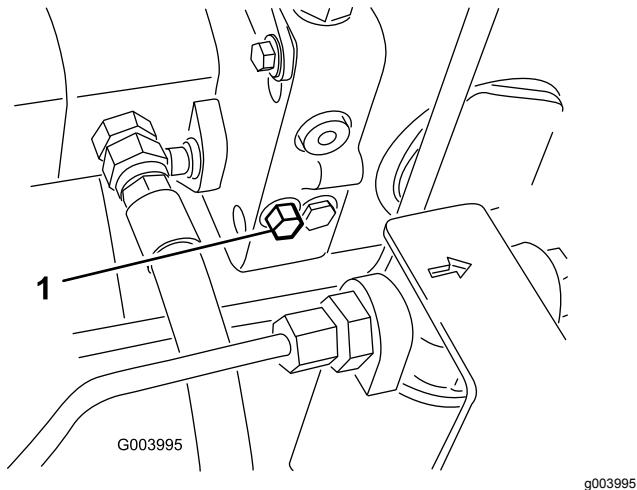

Figura 43
1. La válvula de desvío está situada en el lado izquierdo del hidrostato (Figura 43). Gire el perno una vuelta y media para abrirla y dejar pasar el aceite internamente. Puesto que el fluido se desvía, la máquina puede ser movida lentamente sin dañar la transmisión.